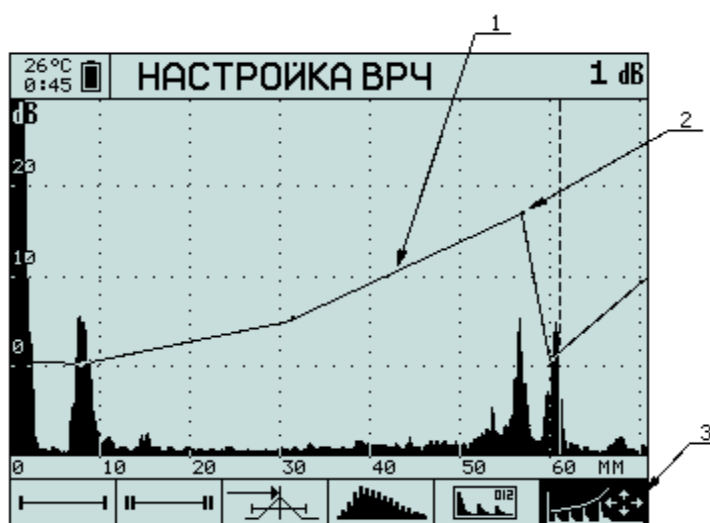

Рисунок 3.11 - Экран прибора при настройке ВРЧ
3.5.10 Нажмите **MENU**. Появится режим «НАСТРОЙКА ВРЧ», пиктограмма  изменится на  (Рисунок 3.11).